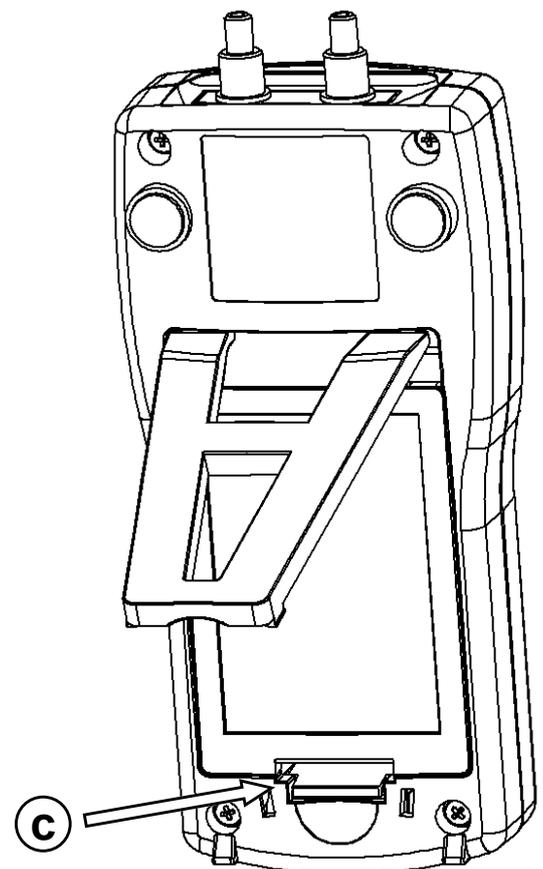

Рис. 2: Отсек для батареек
- вставить батарейки в специальный отсек с соблюдением полярности. Для того, чтобы снять крышку отсека батареек, необходимо нажать на пластиковый крепеж (**С** на рис. 2).